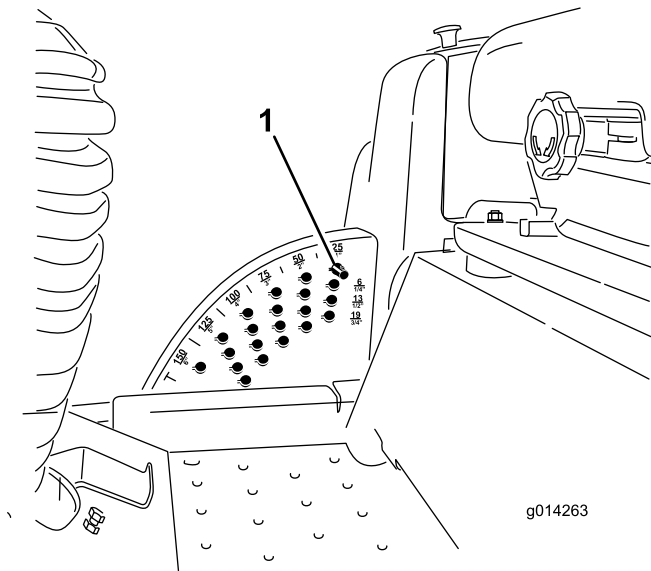

Figura 18
Nota: Per bloccare il piatto di taglio/l'accessorio in posizione sollevata, sollevatelo oltre la posizione di 15 cm, togliete la spina di fermo dell'altezza di taglio (vedere Regolazione dell'altezza di taglio) e inseritela nella posizione dell'altezza di taglio di 15 cm (Figura 18).
1. A motore acceso, tirate indietro l'interruttore di sollevamento del piatto di taglio fino a sollevare completamente il piatto e **rilasciate immediatamente l'interruttore** (Figura 18).
2. Per eseguire una regolazione, girate la spina di arresto fino a quando la protuberanza sulla medesima non si trova allineata con gli intagli previsti nei fori della staffa dell'altezza di taglio, quindi rimuovetela (Figura 18).
3. Nella staffa dell'altezza di taglio scegliete un foro corrispondente all'altezza di taglio richiesta, inserite la spina e bloccatela per mantenere questa posizione (Figura 18).
Nota: Vi sono quattro file di fori di posizionamento (Figura 18). La fila superiore fornisce l'altezza elencata sopra la spina. La seconda fila fornisce l'altezza elencata più 6 mm. La terza fila fornisce l'altezza elencata più 13 mm. La fila inferiore fornisce l'altezza elencata più 18 mm. La posizione di 15,2 cm ha un solo foro, situato nella seconda fila, che non aggiunge 6 mm alla posizione di 15,2 cm.